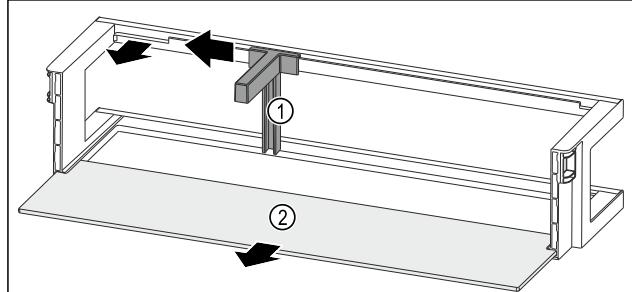

Fig. 51 Дверная полка с держателем для бутылок и съемной полкой
- Сместите держатель для бутылок Fig. 51 (1) до выемки в сторону.
- Извлеките держатель для бутылок Fig. 51 (1).
- Извлеките съемную полку Fig. 51 (2).